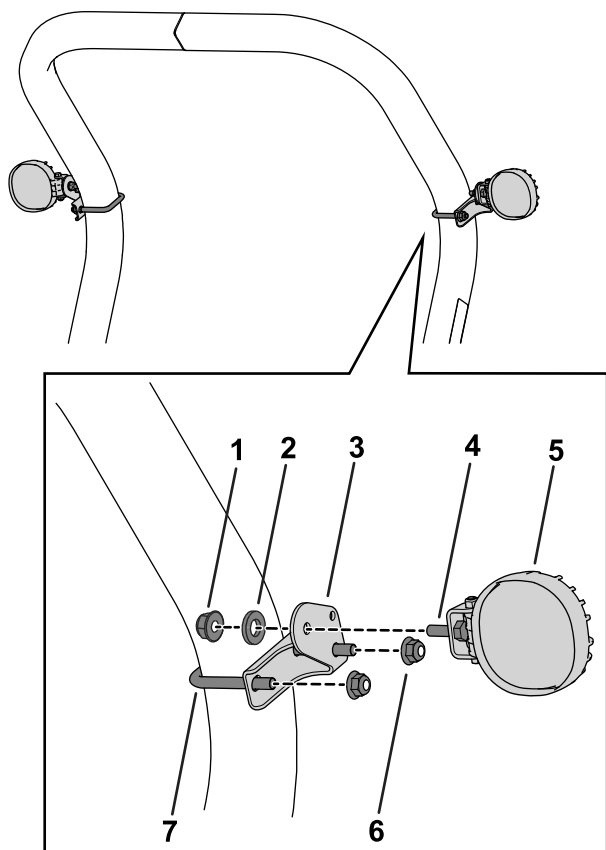

图 1
1. 如图 1 所示使用 U 形螺栓和 2 个螺母 $\frac{3}{8}$ 英寸将支架安装到翻车保护杆两侧。
2. 如图 1 所示使用随头灯总成提供的螺栓、垫圈和螺母安装头灯。